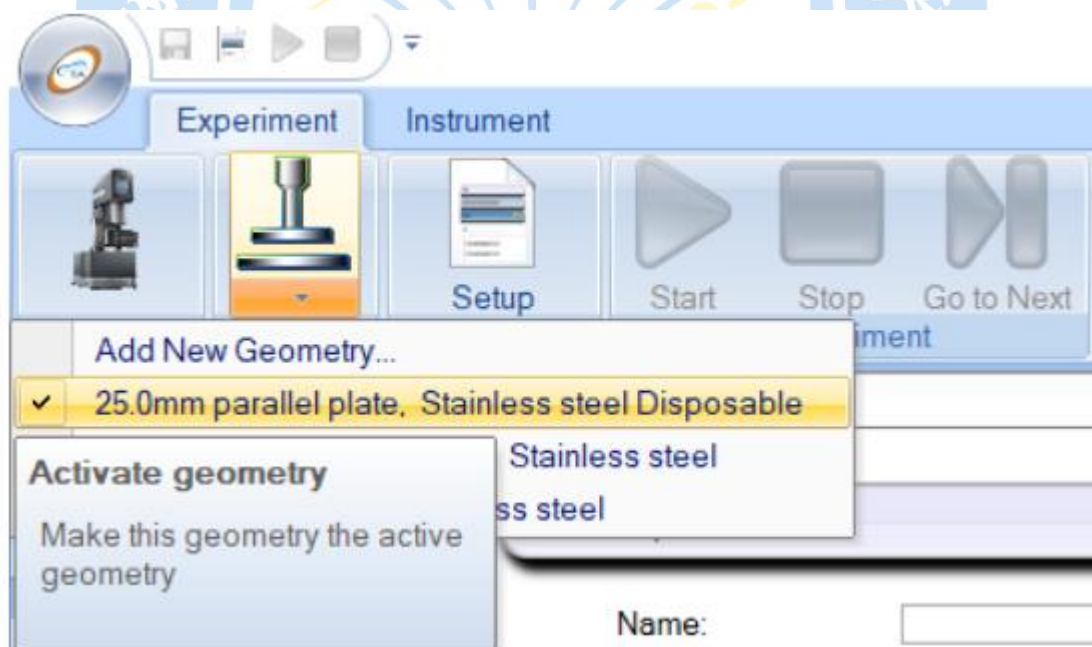

图 6-7
(7) 点击【Experiment】标签卡上夹具图标下的小矩形，然后在下拉菜单上选择相应的夹具配置文件，如图 6-7 所示。